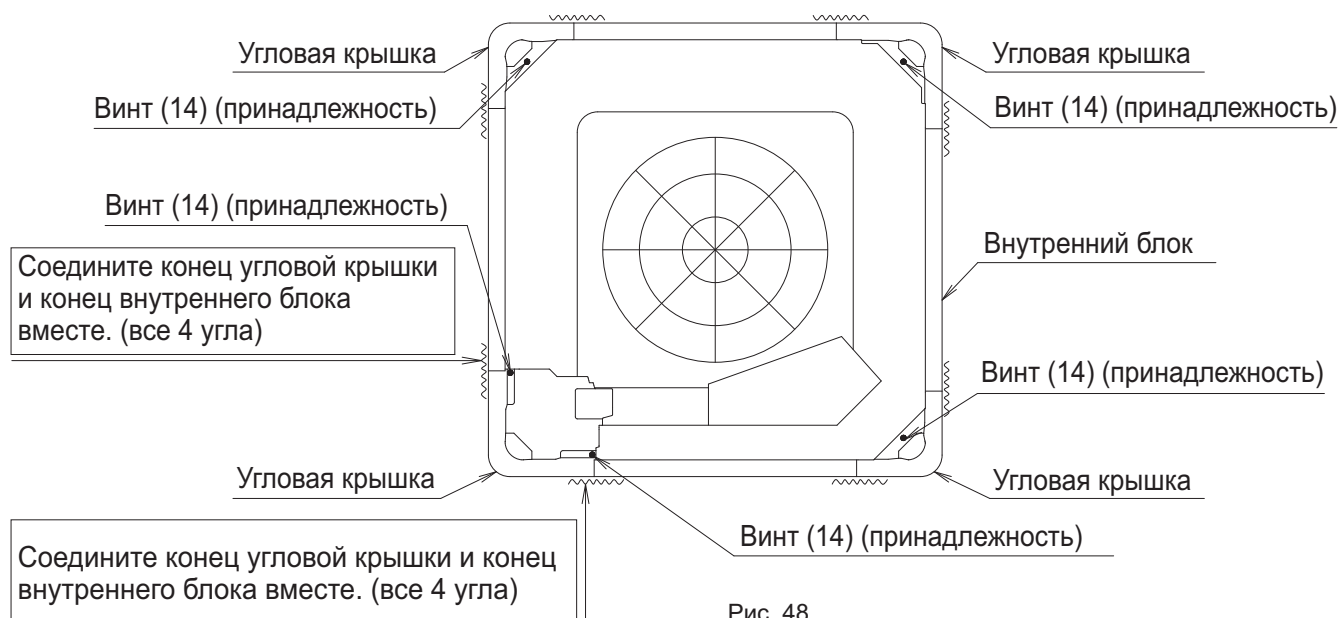

Рис. 48
Затем зафиксируйте угловую крышку с помощью прилагаемых винтов (14), одновременно нажимая на угловую крышку так, чтобы конец угловой крышки и конец внутреннего блока соприкасались. (**См. рис. 48**)